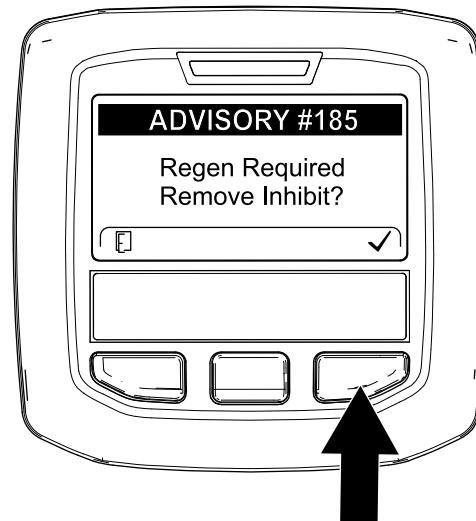

Bild 45
**Hinweis:** Wenn INHIBIT REGEN. auf ON eingestellt ist, wird im InfoCenter ADVISORY #185 angezeigt (Bild 45). Drücken Sie die Taste 3, um die Einstellung für das Verhindern der Regenerierung auf OFF einzustellen und die Zurücksetzen-Regenerierung fortzusetzen.